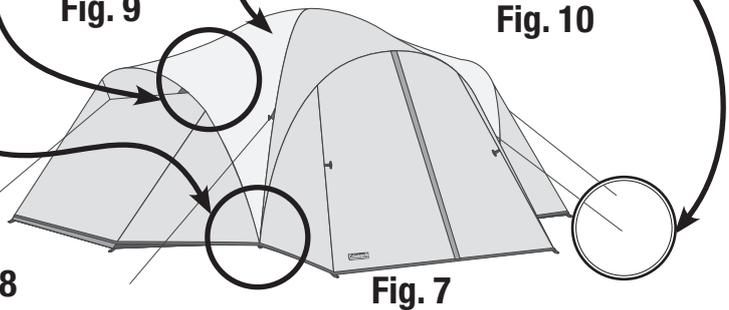

Fig. 7
- Étalez le double toit sur la tente intérieure. (Fig. 7)